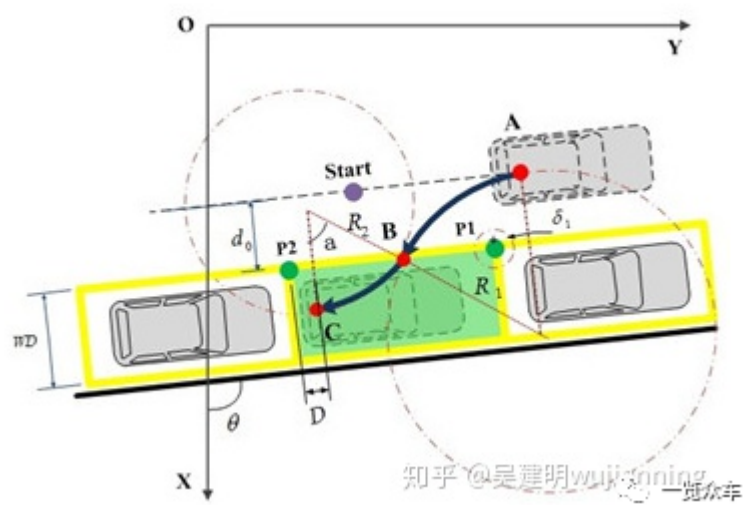

图4
(3) 泊车路径规划：考虑到自动泊车实现原理，泊车路径规划一般尽可能满足以下要求：a.完成泊车路径所需要的动作必须尽可能少。因为每个动作的精度误差会传递到下一个动作，动作越多，精度越差。b.在每个动作的实施过程中，车辆的转向轮（绝大部分为前轮）的角度需要保持一致。因为系统是通过嵌入式系统实现的，而嵌入式系统的性能有限，转向轮角度保持一致能够将运动轨迹的计算归结为几何问题，反之需要涉及复杂的积分问题，这对嵌入式系统的性能是一个挑战。一般平行泊车和垂直泊车采用如图4
和5所示路径。平行泊车分为单次和多次：单次为如图4所示路径一次泊车完成；多次则为当车位长度比较小时，可采用多次“揉库”的方法泊车。